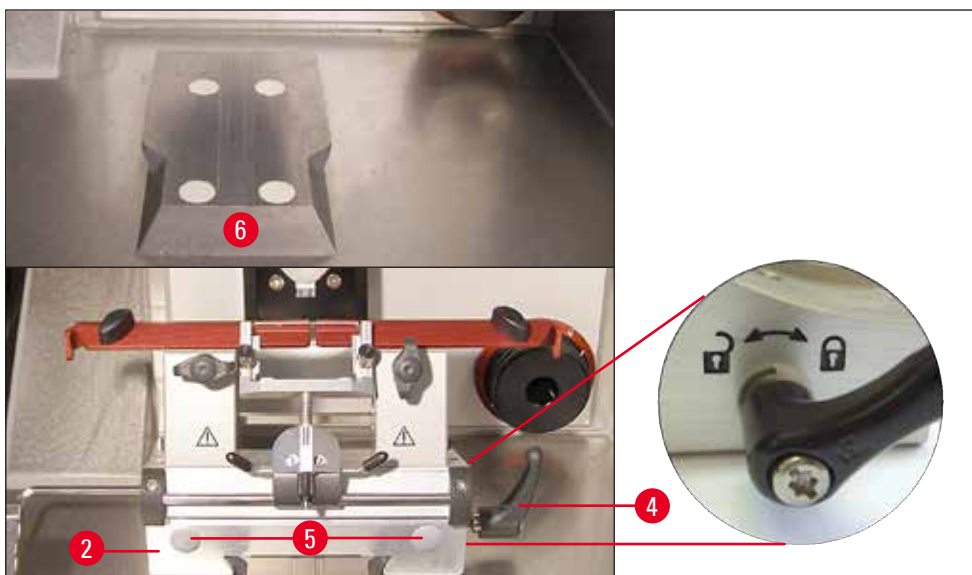

图 21
- 将刀架底座 (→ 图 21-2) 从正面推入楔形棒头导轨 (→ 图 21-6), 用锁杆 (→ 图 21-4) 紧固。顺时针 (朝向闭锁符号) 移动刀架底座右侧的锁杆 (详情请参见 (→ 图 21))。若要移动底座, 只能稍稍打开锁杆, 以防意外滑向样品头! 逆时针 (朝向开锁符号) 移动刀架底座右侧的锁杆 (详情请参见 (→ 图 21))。